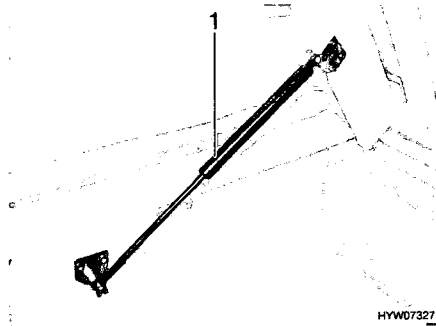

Bild 36 Festes Bett
■ Lattenrost anheben. Die Gasdruck-Federn (Bild 36,1) halten den Lattenrost in geöffneter Stellung.